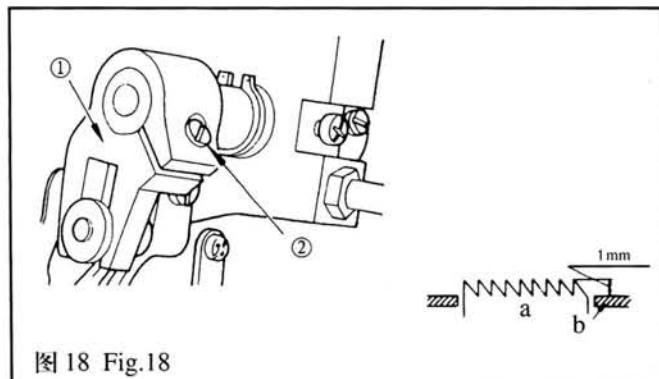

图 18 Fig.18
12. 送料相位的调节(图 18)
12. ADJUSTING THE FEED TIMING (Fig.18)